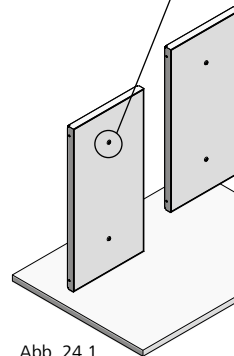
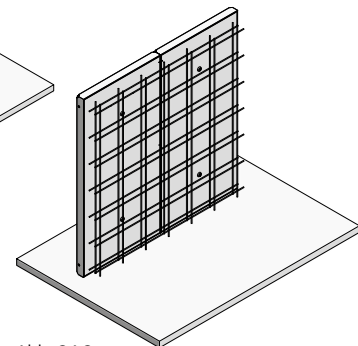

Abb. 24.1
Abb. 24.2
1. Stellschalungselement stellen (Abb. 24.1 und ST-XT-5), Bewehrungsarbeiten durchführen (Abb. 24.2).